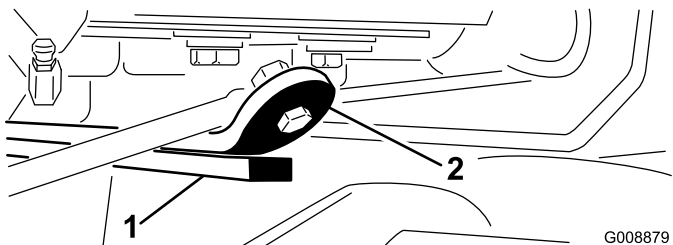

图28
3. 启动发动机，升起提升臂，检查并确保后滚刀组耐磨棒顶部的耐磨带与缓冲带之间的间隙介于 0.51~2.54 mm 之间（图28）。